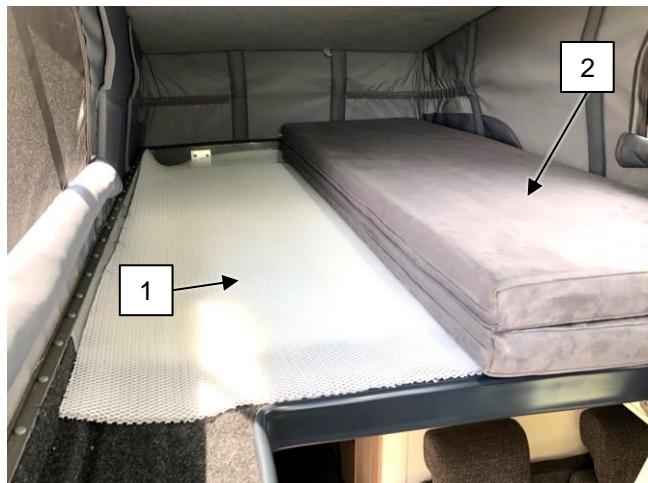

Abb. 10-1: Aufbau des Dachbettes / Installation of the roof bed
- Zuerst die Netzunterlage (s. Abb. 10-1,1) in den Schlafbereich legen
- Die Matratzen (2) durch den Durchstieg in den Schlafbereich bringen
- First place the net underlay (see Abb. 10-1,1) in the sleeping area
- Bring the mattresses (2) through the cut out into the sleeping area